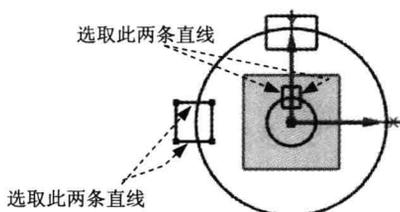

图 2.6 对称约束 2
(2) 参照上述步骤约束图 2.6 所示的直线关于 Y 轴对称。
(3) 参照上述步骤约束图 2.6 所示的直线关于 X 轴对称。